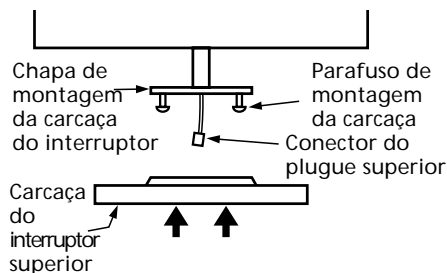

Figura 8a - Fixando a carcaça do interruptor superior à chapa de montagem da carcaça do interruptor
1. Instale parcialmente dois parafusos de montagem #6-32 x 3/8" da carcaça na chapa de montagem da carcaça do interruptor conforme mostrado na Figura 8a.
2. Encaixe o conector do plugue superior através da abertura central da carcaça do interruptor superior. Veja Figura 8a.